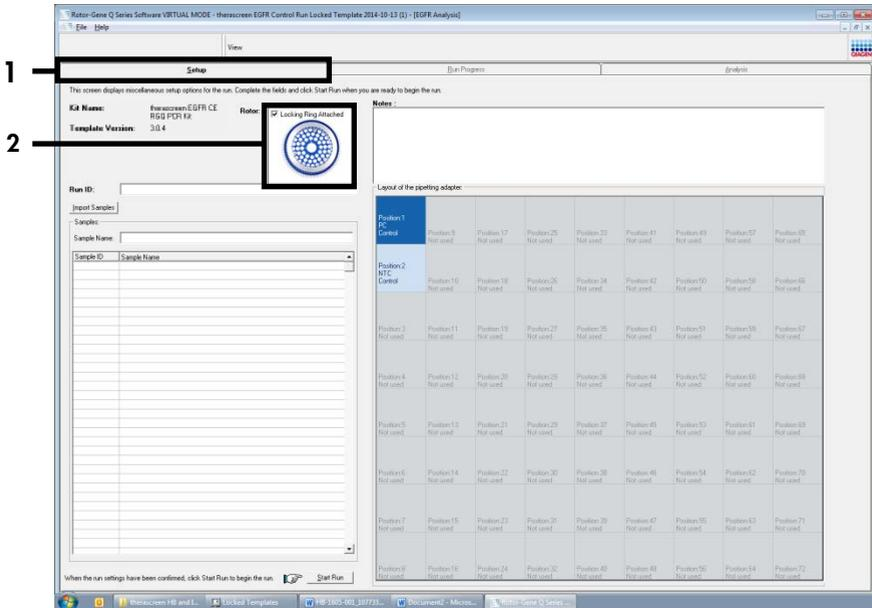

Figura 2. Pestaña “Setup” (Configuración) (1) y casilla “Locking Ring Attached” (Anillo de fijación sujeto) (2).
13. Se abre de manera predeterminada la pestaña “Setup” (Configuración) (figura 2). Confirme que el anillo de fijación esté correctamente sujeto y marque la casilla Locking Ring Attached (Anillo de fijación sujeto). Cierre la tapa del equipo Rotor-Gene Q MDx 5plex HRM.